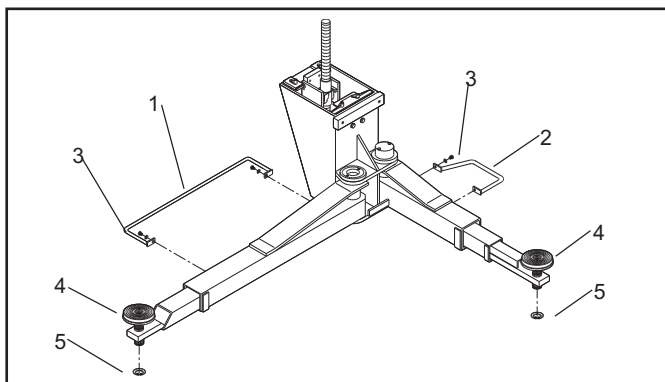

Fig.43 Abb.43
8 - Montare sui bracci i parapiedi di sicurezza (1 e 2, Fig.43), usando le viti (3) TE M10x10.
9 - Avvitare i piattelli (4, fig.43) alle estremità dei bracci e fissarli con i relativi anelli seeger (5).
8 - Fit the foot guards (1 and 2, Fig.43) to the arms with the screws (3) TE M10x10.
9 - Screw the disk support plates (4, fig.43) onto the end of the arms, then secure with circlips (5).
8 - Monter les chasse-pieds (1 et 2, Fig. 43) sur les bras en utilisant les vis (3).
8 -Montar sobre los brazos las protecciones de pies (1 y 2, Fig.43) con los tornillos (3).